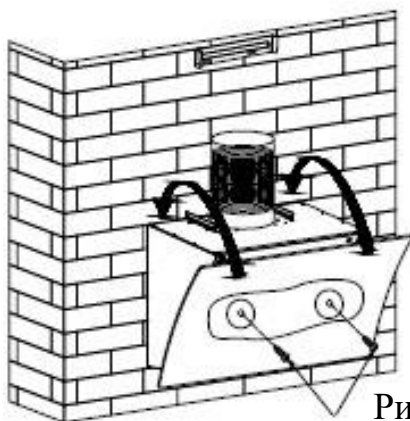

Рис. 5
5. Закрепите вытяжку на настенных винтах в фиксированном положении, отрегулировав положение вытяжки, закрепите вытяжку 2-мя предохранительными винтами ST4 * 30 мм. Примечание: Два предохранительных отверстия диаметром 6 мм расположены на задней панели корпуса. Смотрите рис. 5.